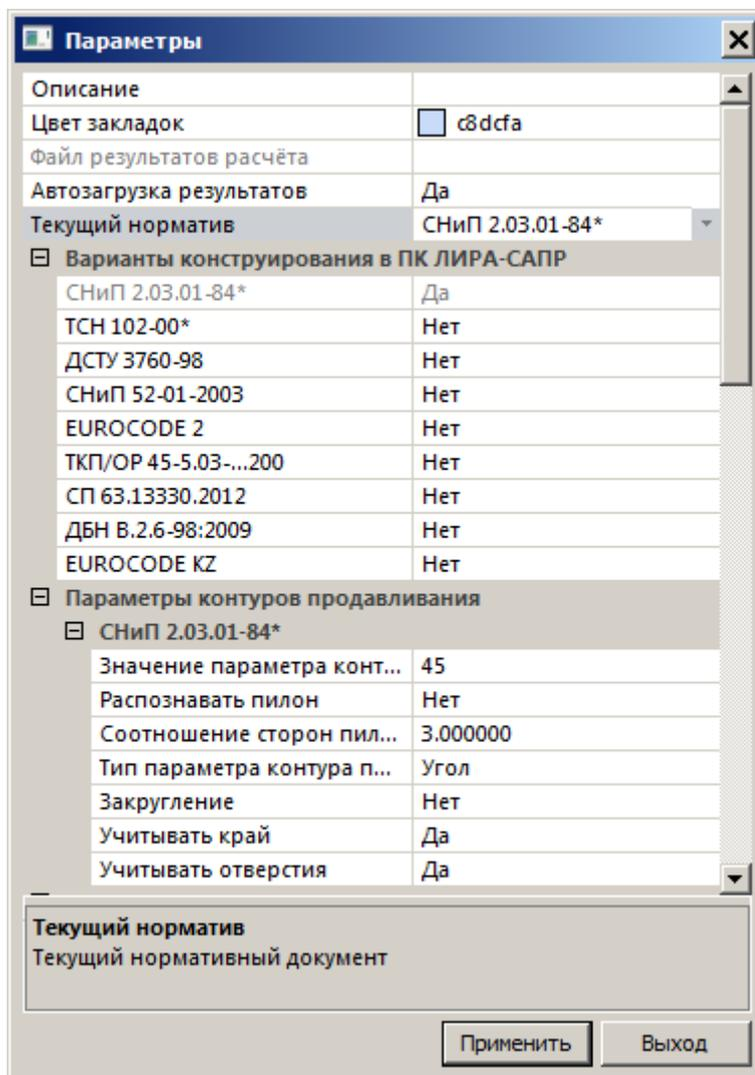

Рис.6.2. Диалоговое окно **Параметры**
- В этом диалоговом окне убедитесь, что в качестве текущего норматива выбран **СНиП 2.03.01-84\***. Остальные параметры оставьте по умолчанию (рис.6.2).